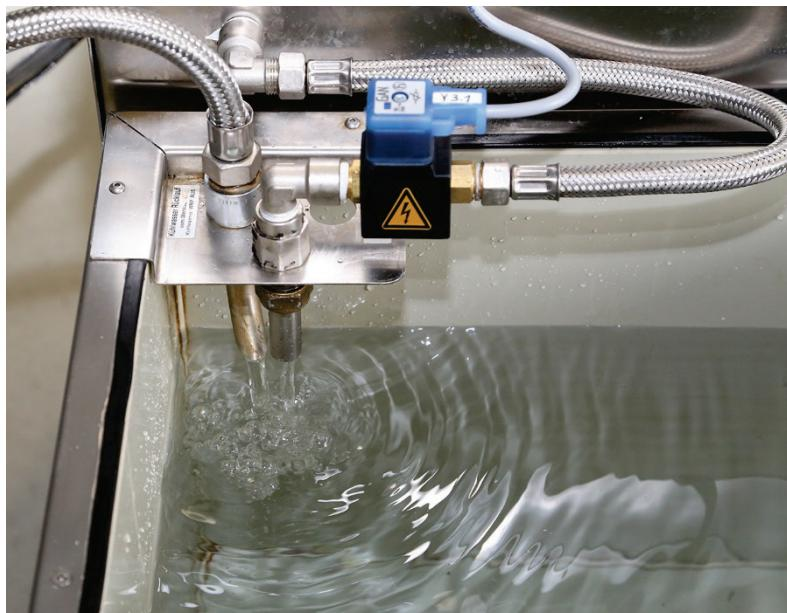

Bild 12: Rücklauf interner Kühlkreislauf / Kühlwasserrücklauf prüfen
10. Prüfen Sie ob aus dem Rücklauf interner Kühlkreislauf Wasser fließt (► Bild 12).
6. Prüfen Sie, ob Wasser am Rücklauf des internen Kühlkreislaufs in den Tank fließt (► Bild 12).